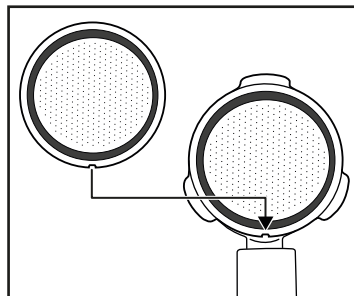

Abb. 1
- 1) Füllen Sie Wasser in den Wassertank ❹.
- 2) Legen Sie den großen ❶⁵ oder den kleinen Siebeinsatz ❶⁶ in den Siebträger ❶³:
- Achten Sie darauf, dass die kleine Einkerbung am großen ❶⁵ oder kleinen Siebeinsatz ❶⁶ beim Einsetzen über der Einkerbung am Siebträger ❶³ liegt (siehe Abbildung 1).